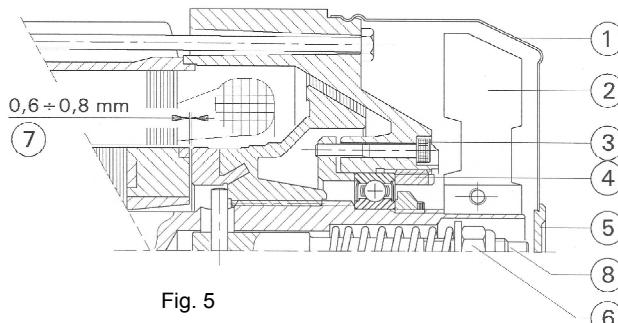

Fig. 5
7.2 RÉGLAGE DU FREIN DU MOTEUR (fig. 5)